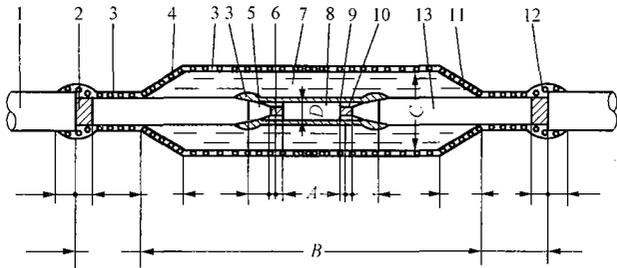

图 E-60
**Lb3E2043** 如图 E-60 所示, 标出 35kV 交联聚乙烯中间接头结构的各部分名称及尺寸数据。